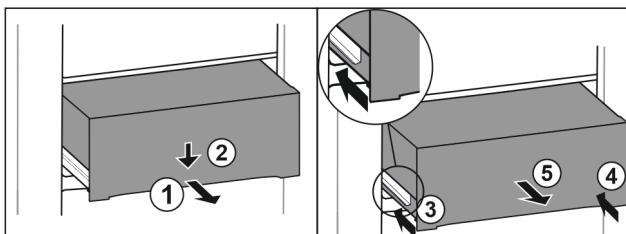

Fig. 88
- ▶ 将抽屉拉出一半。Fig. 88 (1)
- ▶ 朝下按压正面的抽屉。Fig. 88 (2)
- ▶ 将左侧轨道推入大约 2 cm。Fig. 88 (3)
- ▶ 将右侧轨道推入大约 2 cm。Fig. 88 (4)
▶ 朝前取出抽屉。Fig. 88 (5)